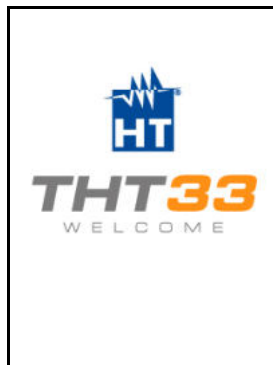

Fig. 2: Videata iniziale dello strumento
- Mantenere premuto (>2s) il tasto per accendere/spengere lo strumento. La videata iniziale (vedere Fig. 2) è mostrata a display per circa 5s e successivamente si presenta la normale videata di misura.